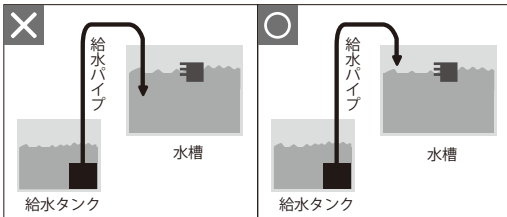

図 3
- また、給水ホースの出口をセンサーの alarm 位置よりも高い位置に固定して下さい。（図 3 参照）